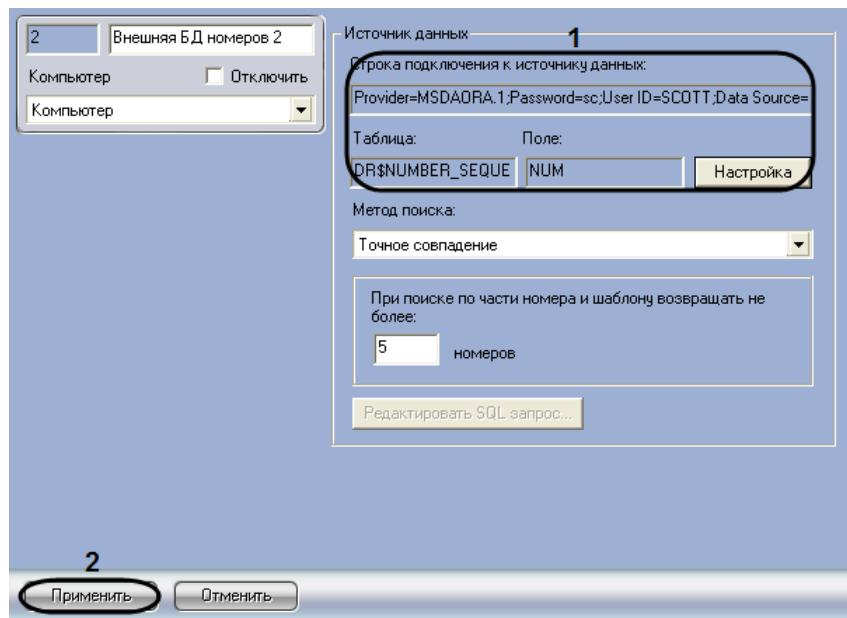

Рис. 7.5—7. Параметры внешней базы данных номеров
- В результате выполнения операции будут заполнены поля «Строка подключения к источнику данных», «Таблица», «Поле» (Рис. 7.5—7, 1) на панели настройки объекта «Внешняя БД номеров».
11. Нажать кнопку «Применить» (см. Рис. 7.5—7, 2).